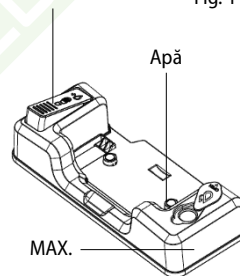

Fig. 2
2. Înainte de utilizare, eliberați capacul rezervorului de apă și umpleți rezervorul cu apă distilată (Fig. 2). Respectați nivelul maxim al apei potrivit semnului MAX situat pe partea laterală a rezervorului de apă (Fig. 2).
3. Pentru ștergere, umeziți textilul de curățare (17) prin apăsare repetată a pompei de apă de pe rezervorul de apă. Pentru o curățare mai eficientă, este recomandat să umeziți textilul înainte de utilizarea acestuia.